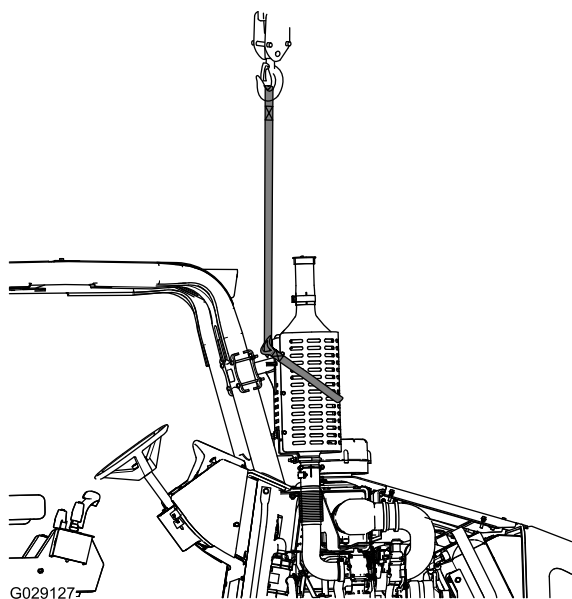

Figura 7
1. Apóie o sistema de escapamento com equipamento de içamento (Figura 7).